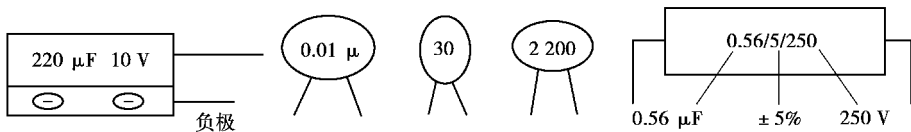

图 1-2-2 直接表示法标注的电容
图 1-2-2 所示为直接表示法标注的电容,其容量依次为  $220 \mu\text{F}$ ,  $0.01 \mu\text{F}$ ,  $30 \text{ pF}$ ,  $2\ 200 \text{ pF}$ ,  $0.56 \mu\text{F}$ 。注意有些电容用字母表示小数点,如 R56  $\mu\text{F}$  表示  $0.56 \mu\text{F}$ , 1P2 表示  $1.2 \text{ pF}$ , 1m5 表示  $1\ 500 \mu\text{F}$ 。
①直接表示法。例如 $10 \pm 0.5 \text{pF}$ ,误差就是 $\pm 0.5 \text{pF}$ 。如图1-2-2所示电容器上0.56右边的“5”表示误差为 $\pm 5\%$ 。